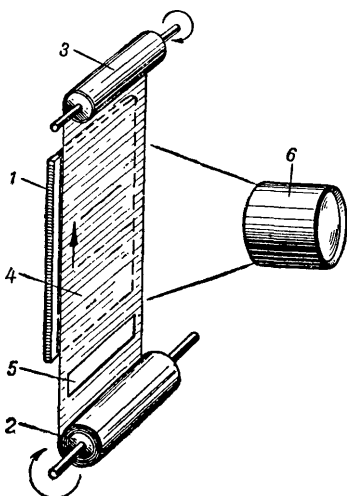

Рис. 13. Схема устройства шторного затвора:
линзами объектива, а перед самой пластинкой или плёнкой, и устроен совсем по-другому. На рис. 13 изображена схема такого затвора. Перед фотографической пластинкой (1) находятся два валика (2, 3). На один из этих валиков намотана шторка (4), сделанная обычно из прорезиненной светонепроницаемой ткани. Конец шторки закреплён на другом валике. В шторке имеется прорезь (5). На схеме затвор изображён в взведённом состоянии. При нажатии спускового приспособления шторка быстро перематывается с валика (2) на валик (3). При этом прорезь в шторке проходит перед фотографической пластинкой, которая таким образом подвергается засвечиванию через объектив (6).